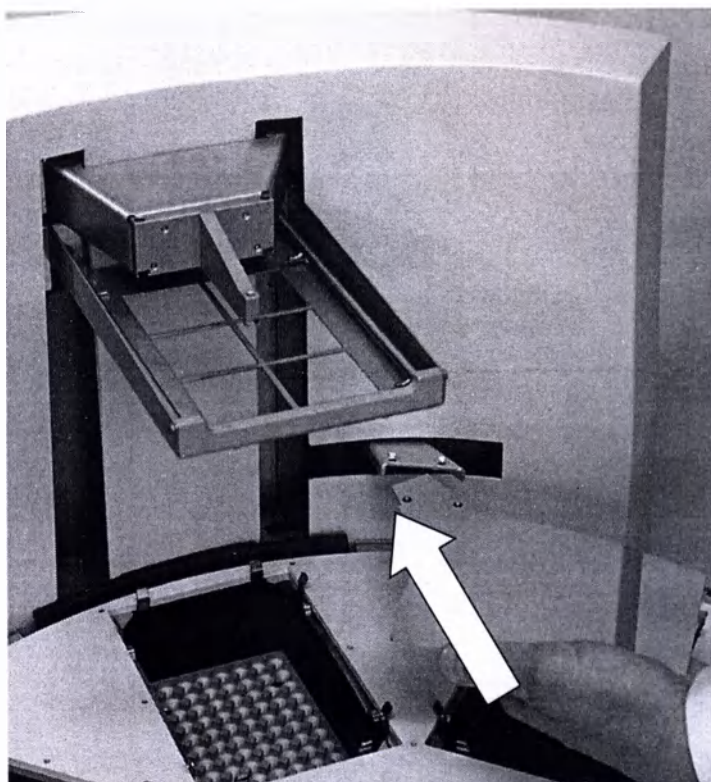

Рис. 5.12 Установка защитного экрана
2. Установить защитный экран в паз (Рис. 5.12)